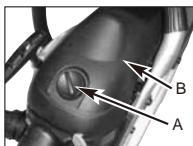

Fig. 18A
2. Ta bort locket (A) som håller luftfiltrets kåpa på plats, ta bort den övre kåpan (B) genom att lossa fästsprövorna. Kåpan går att lyfta av. (Fig. 18A)